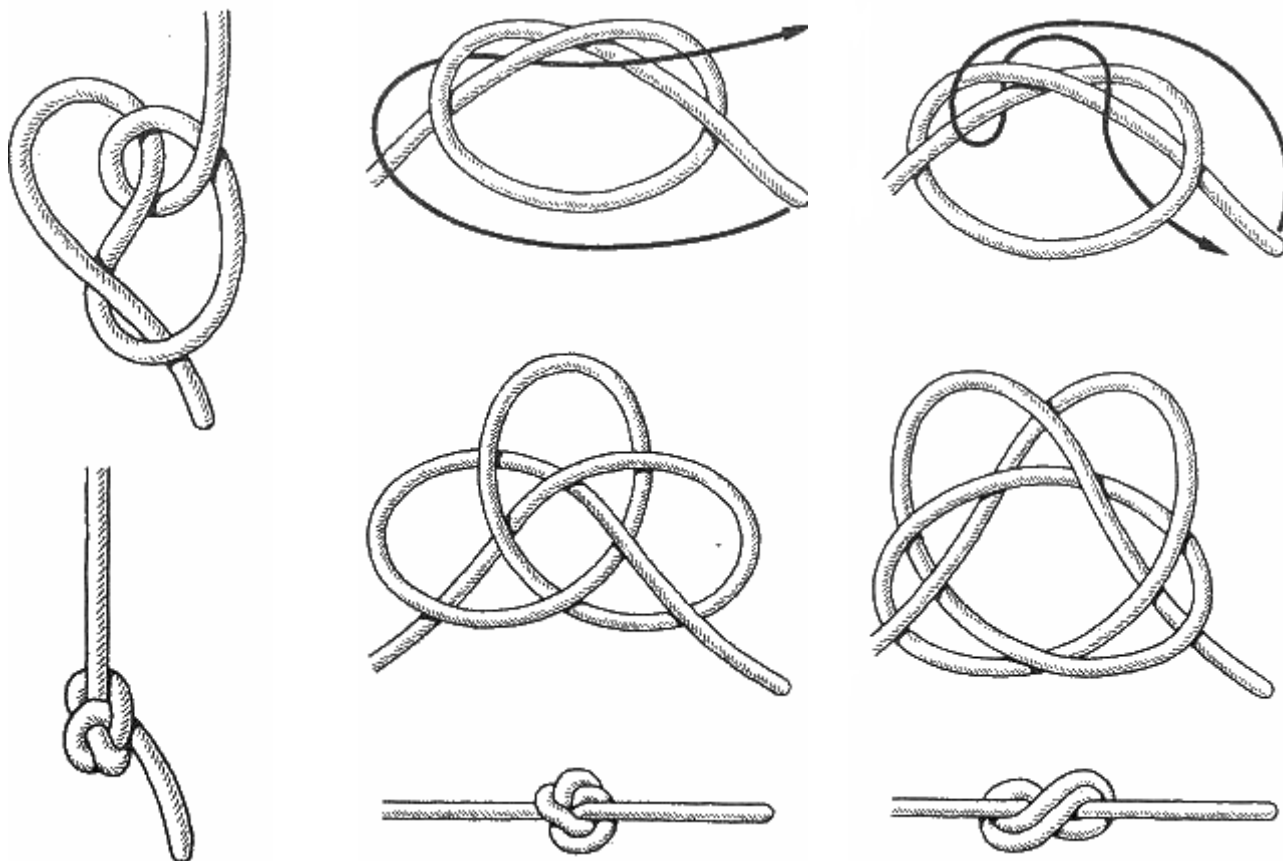

Рис. 134. Королевский узел    Рис. 135. Трех петельный узел    Рис. 136. Четырехпетельный узел
**Королевский узел** (рис. 134). В принципе это надежный узел-стопор, как восьмерка, стивидорный, юферсный и др.